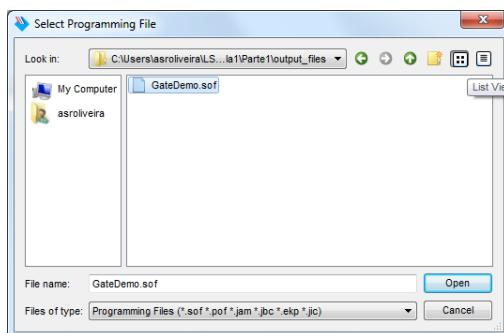

Figura 27 – Seleção do ficheiro de programação da FPGA (ficheiro “GateDemo.sof” no sub-diretório “output_files” do projeto).
19. Premindo o botão “Add File”, abra o ficheiro de programação da FPGA com a configuração relativa ao circuito construído. O ficheiro deverá possuir o nome “GateDemo.sof” e encontrarse no sub-diretório “output_files” do projeto (Figura 27).